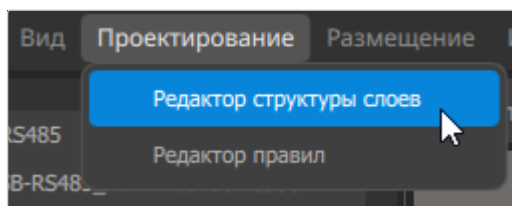

Рисунок 108. Вызов окна «Редактор структуры слоев»
- 1) Вызвать команду меню «Проектирование» → «Редактор структуры слоев» (см. рисунок 108).